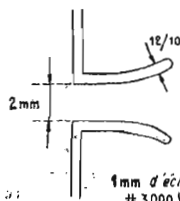

FIG. 5
Un éclateur, figure 5, assure une protection peu coûteuse.
V. — MONTAGE PRATIQUE (figure 5)